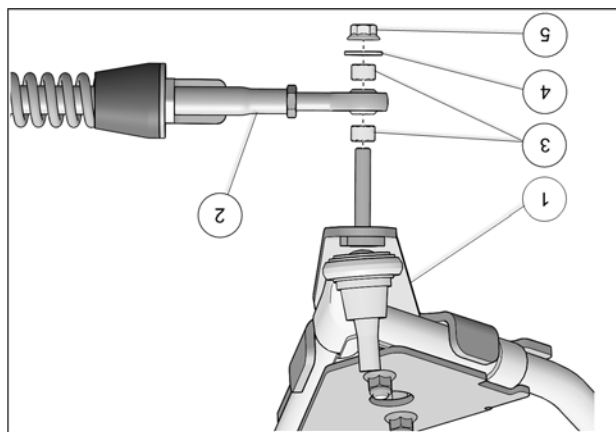

Fig. 19
9. Fixer le bras stabilisateur (2) à l'ancrage de suspension (1) à l'aide des deux espacateurs (3), de la rondelle (4) et de l'écrou autobloquant (5). Serrer à un couple de 70 N•m [52 lb•pi]. Voir la Fig. 19